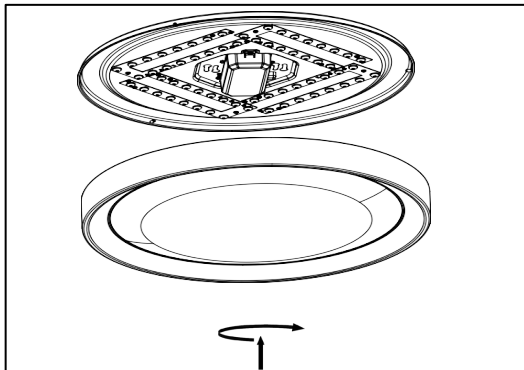

Figura 10
7. Vuelva a instalar el difusor en el montaje de la carcasa alineando las muescas del difusor (4) con el pasador del montaje de la carcasa (2); luego asegúrelo girando en la dirección de cierre hasta que se detenga y se bloquee (consulte la Figura 10).